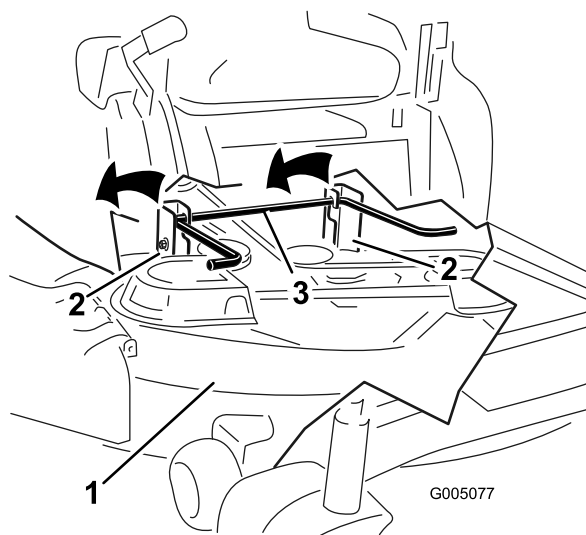

Figura 59
6. Eleve la carcasa de corte y separe ésta y las pletinas de suspensión de la varilla de elevación trasera; luego baje el cortacésped con cuidado al suelo (Figura 59).
5. Eleve la parte trasera de la carcasa de corte y coloque los soportes sobre la varilla de elevación trasera (Figura 59).